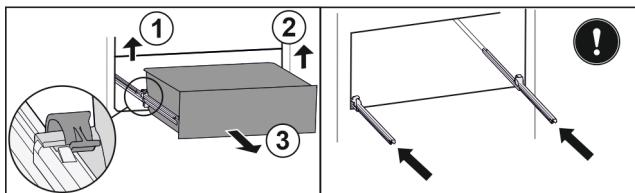

Fig. 117
- Linke Klemme anheben und gleichzeitig Schubfach links nach vorne ziehen. Fig. 117 (1)
- Rechte Klemme anheben und gleichzeitig Schubfach rechts nach vorne ziehen. Fig. 117 (2)
- Schubfach nach vorne entnehmen. Fig. 117 (3)